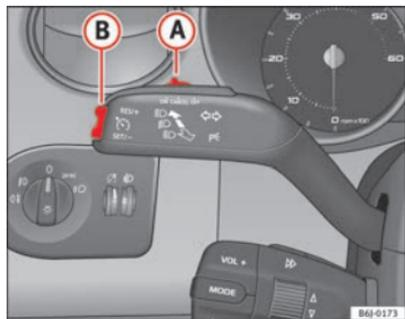

Fig. 105 Levier des clignotants et de l'inverseur-codes : commande et touche basculante pour régulateur de vitesse
- Appuyer une fois brièvement sur la partie inférieure **SET** ⇒ fig. 105 de la commande à bascule **B** lorsque la vitesse à mémoriser est atteinte.